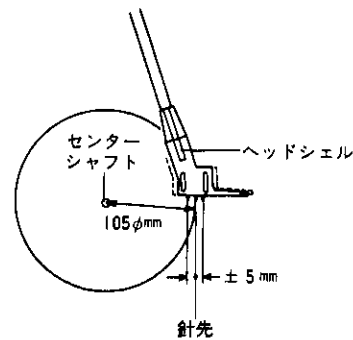

図3-2 エンド検出調整
4. トーンアームの針先をセンターシャフトより $\phi 105mm$ の位置に設置します(図3-2)。この時、電圧計の指示が $12 \pm 0.5V$ になるようVR1を調整する。